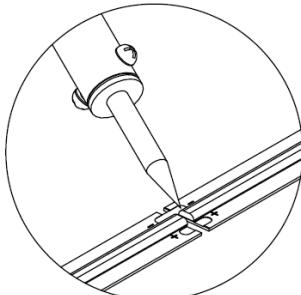

Рисунок 2.
5.4. Если необходимо соединить два отрезка ленты, следует совместить их и припаять перемычками соответствующие контактные площадки (необходимо соблюдать полярность «+» и «-») (см. Рисунок 2). При этом запрещается перегревать саму ленту и светодиоды (пайка паяльником при температуре не более 260°C, время пайки не должно превышать 10 секунд).